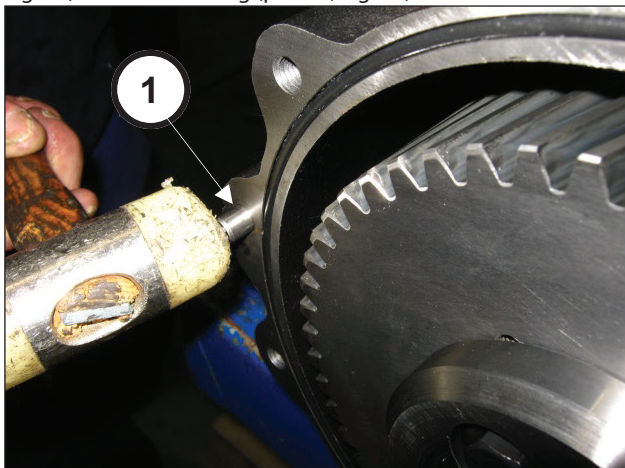
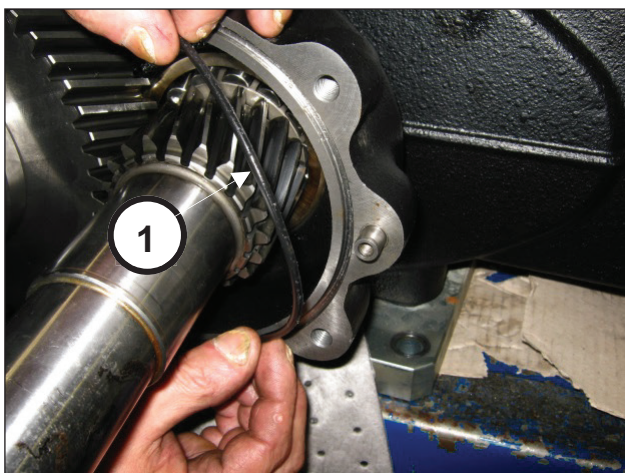

Fig. 83
Fig. 84
Applicare le 2 spine Ø10x24 alla scatola riduttore (pos. ①, Fig. 83) e inserire l'O-ring (pos. ①, Fig. 84).